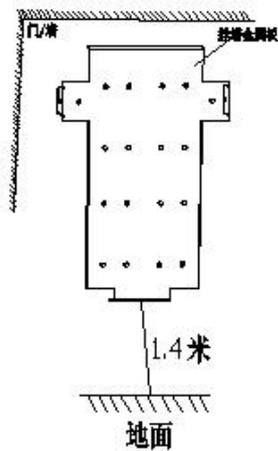

图 1-1
- 将挂墙板放置在底部离地面 1.4 米左右位置，（如挂墙安装时，与门框间距不可大于 0.1 米）如图 1-1 所示